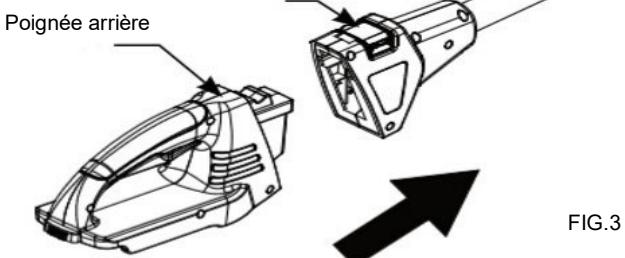

FIG.3
3. Insérez la poignée arrière dans l'extrémité du manche télescopique. (Fig. 3) Appuyez sur le bouton de libération rapide. Assurez-vous que le bouton de libération s'enclenche fermement en position pour verrouiller la poignée en sécurité.